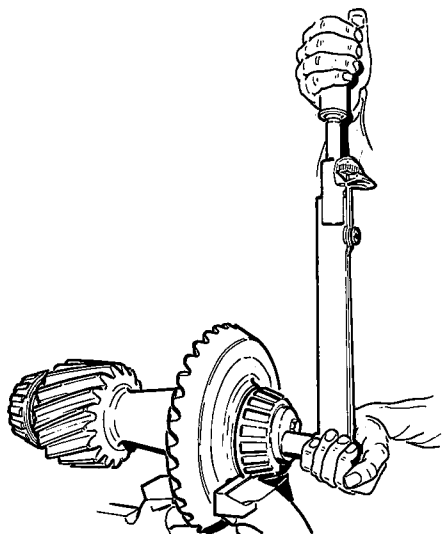

Fig. 15
- Monteer de opsluitplaat (50) op de kroonwiel-as aan de zijde van het kroonwiel en zet de bouten (49) vast met een aanhaalkoppel van 11,9 mkg. Borg de bouten met een borgdraad (fig. 15).